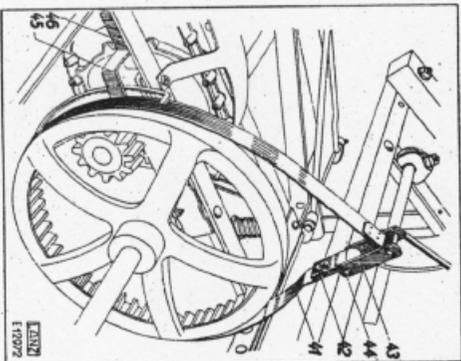

Bild 17. Bremse
a) Bremsband „41“ (Bild 17) um den Zahnkranz legen und das untere Ende mittels der 4 kt. Schrauben „42“ am Rahmen anschrauben.
e) Führungsseisen „45“ (Bild 17) zwischen Bremsband und Führungsstange schieben und mittels der Schrauben „46“ am Hauptrahmen befestigen.